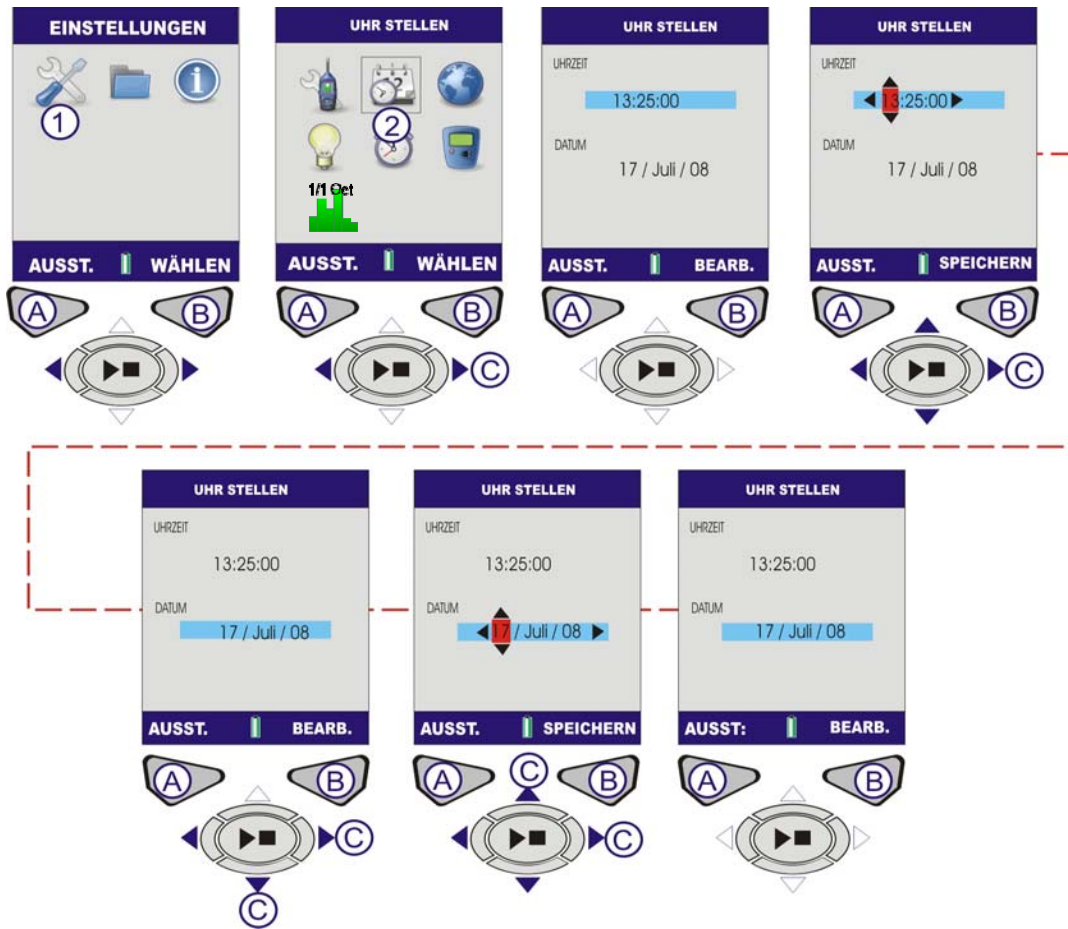

Abbildung 5 Datum und Uhrzeit einstellen
C. UHRZEIT- UND DATUMANZEIGEN (siehe Abbildung 5)